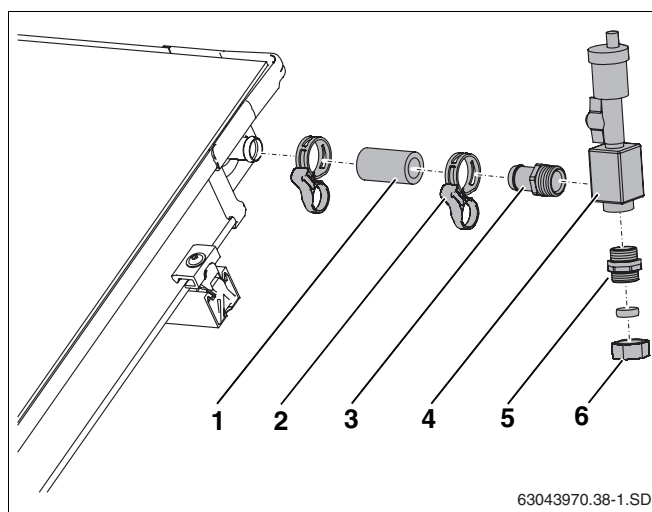

Fig. 60 Racordarea aerisitorului peste acoperiș
- Se împinge furtunul solar (55 mm, Fig. 60, **Poz. 1**) pe racordul de tur al câmpului de colectori și se fixează cu colierul arc.
- Se înșurubează bucata de furtun R3/4 cu O-Ring (Fig. 60, **Poz. 3**) în recipientul de aer (Fig. 60, **Poz. 4**).
- Se introduce bucata de furtun (Fig. 60, **Poz. 3**) la furtunul solar până la opritor și fixați-o cu coliere cu arc (Fig. 60, **Poz. 2**).
- Înșurubați niplul dublu cu O-Ring în recipientul de aer (Fig. 60, **Poz. 5**).
- Racordați conducta colectoare la îmbinarea prin cleme (18 mm) (Fig. 60, **Poz. 6**).